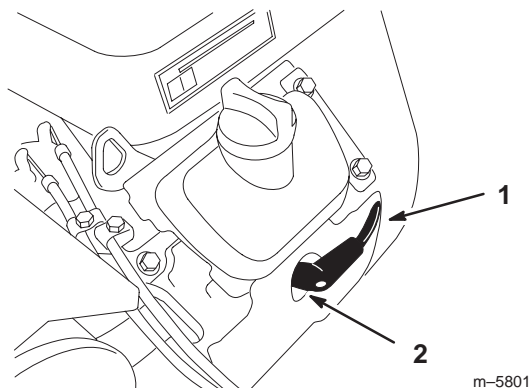

Figure 39
2. Débranchez les fils des bougies (Fig. 39). Nettoyez la surface autour des bougies pour éviter que des impuretés n'endommagent le moteur en tombant à l'intérieur.
- Connectez les fils aux bougies (Fig. 39).